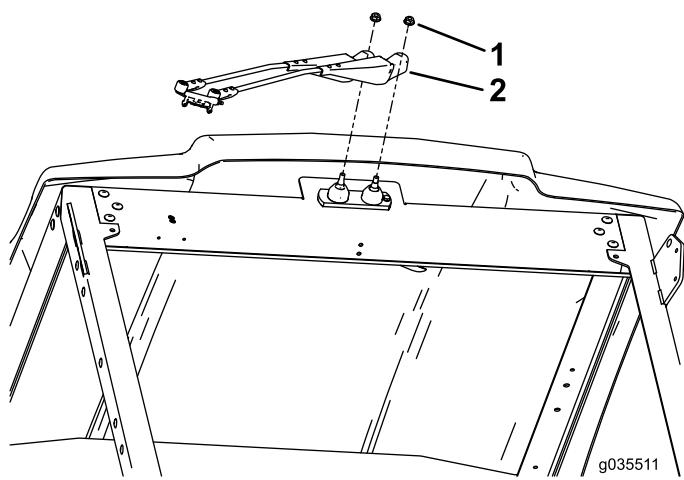

図 3
3. 図3のように大きなロックナットでワイパー アームを固定し、ナットを $2325\text{N}\cdot\text{m}$ 2.42.5kg.m = 1718ft-lbにトルク締めする。